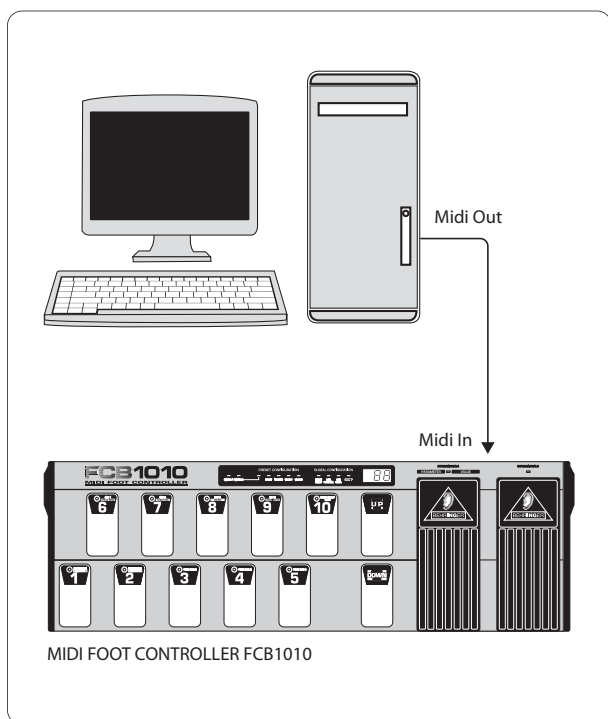

図 2.6: SysEx ダンプの受信
- シーケンサーもしくはコンピューターの MIDI OUT コネクターと FCB1010 の MIDI IN コネクターを接続します。(図 2.6 参照)